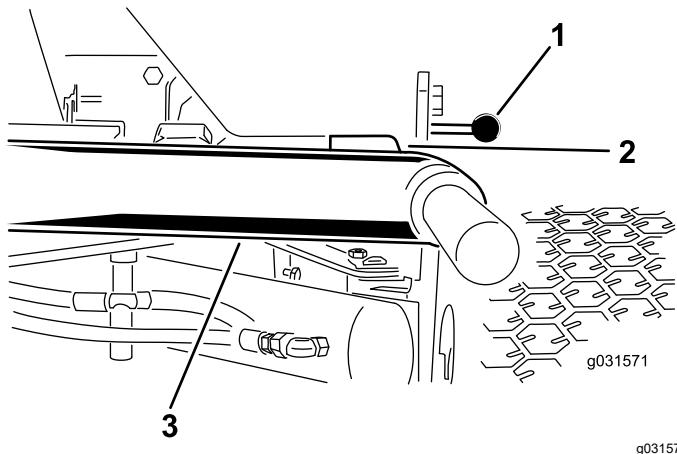

Figura 13
- Avviate il motore, sollevate gli apparati di taglio e assicuratevi che la distanza tra ciascun braccio di sollevamento e la staffa della piastra di appoggio sia pari a 5–8 mm, come illustrato nella Figura 13.